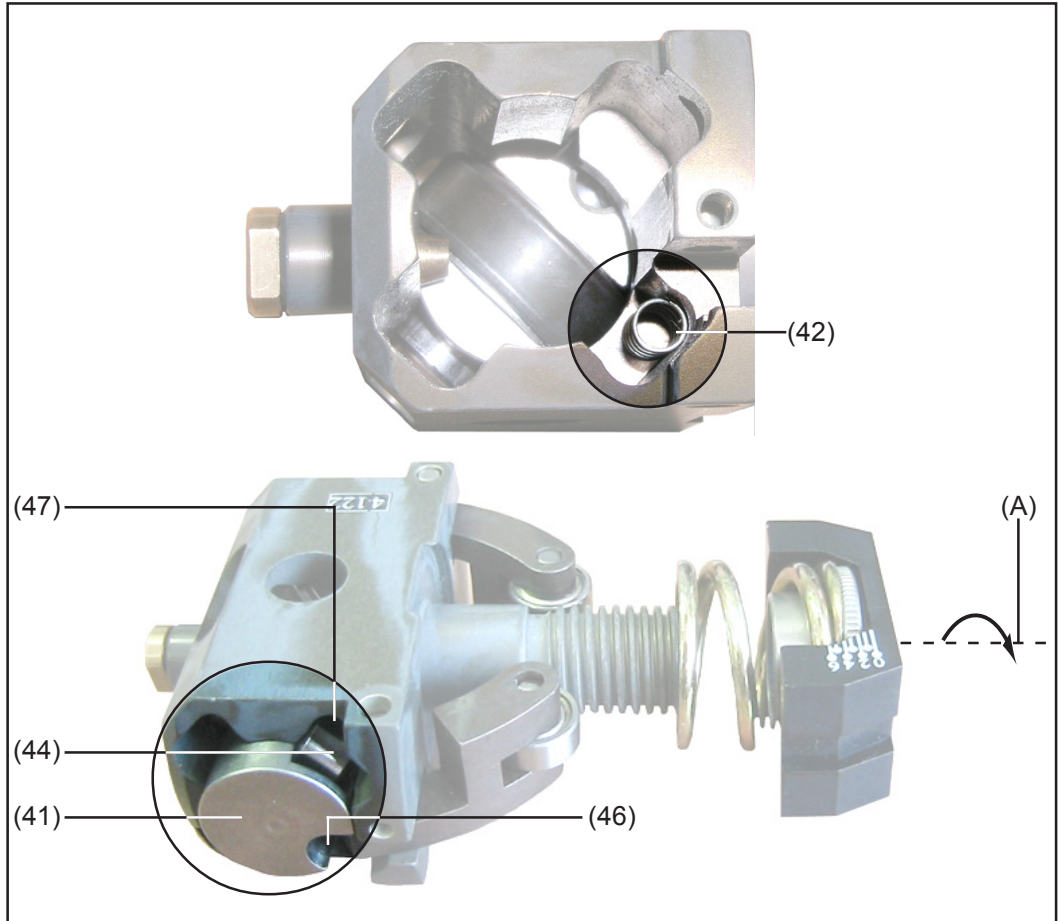

Fig.50 Replacer les galets d'entraînement avec leurs supports
- Placer le premier ressort (42)
- Placer le premier support complètement équipé (41) de sorte que le galet d'entraînement (44) vienne s'engrener dans le passage (47)
- Faire tourner ensuite l'unité autour de l'axe (A) et insérer les éléments suivants comme indiqué en fig. 50 :
- le deuxième ressort (42)
- le deuxième support complet (41)